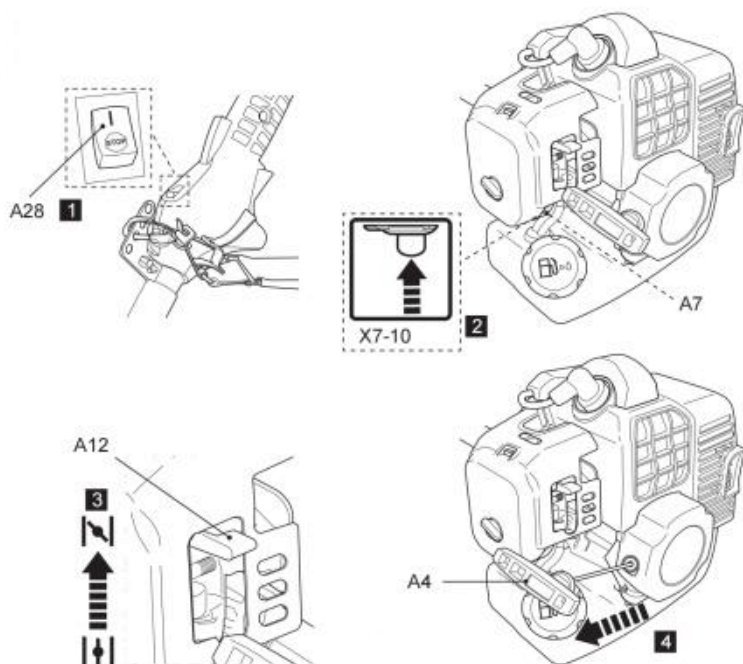

Fig. 38
5. Maintenez le produit stable et tirez lentement la poignée du lanceur à rappel (A4) jusqu'à ce que vous sentiez une résistance, puis tirez-la rapidement. Déplacez légèrement le starter vers le bas jusqu'à la position médiane si le moteur ne démarre pas après avoir essayé jusqu'à 8 fois. Répétez l'opération jusqu'à ce que le moteur démarre (Fig. 38).